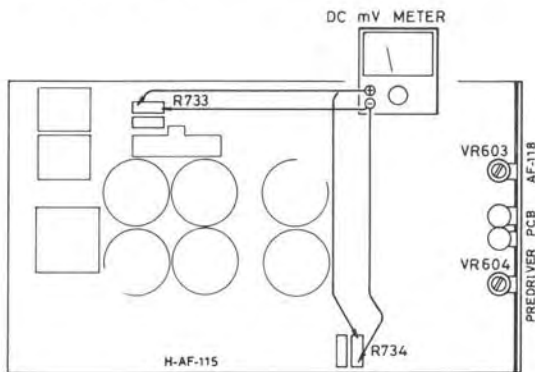

Fig. 1
1. Set the input level control to minimum. Connect DC millivoltmeter to both ends of 0.47-ohm resistor R733 for L-ch (R734 for R-ch) on H-AF-115 p-c board. See Fig. 1.
1. Régler la commande de niveau d'entrée sur la position minimum. Brancher le millivoltmètre CC sur les deux bornes de la résistance de 0,47 ohm, R733 pour le canal de gauche (R734 pour le canal de droite) sur la plaquette de circuit imprimé H-AF-115. Voir Fig. 1.